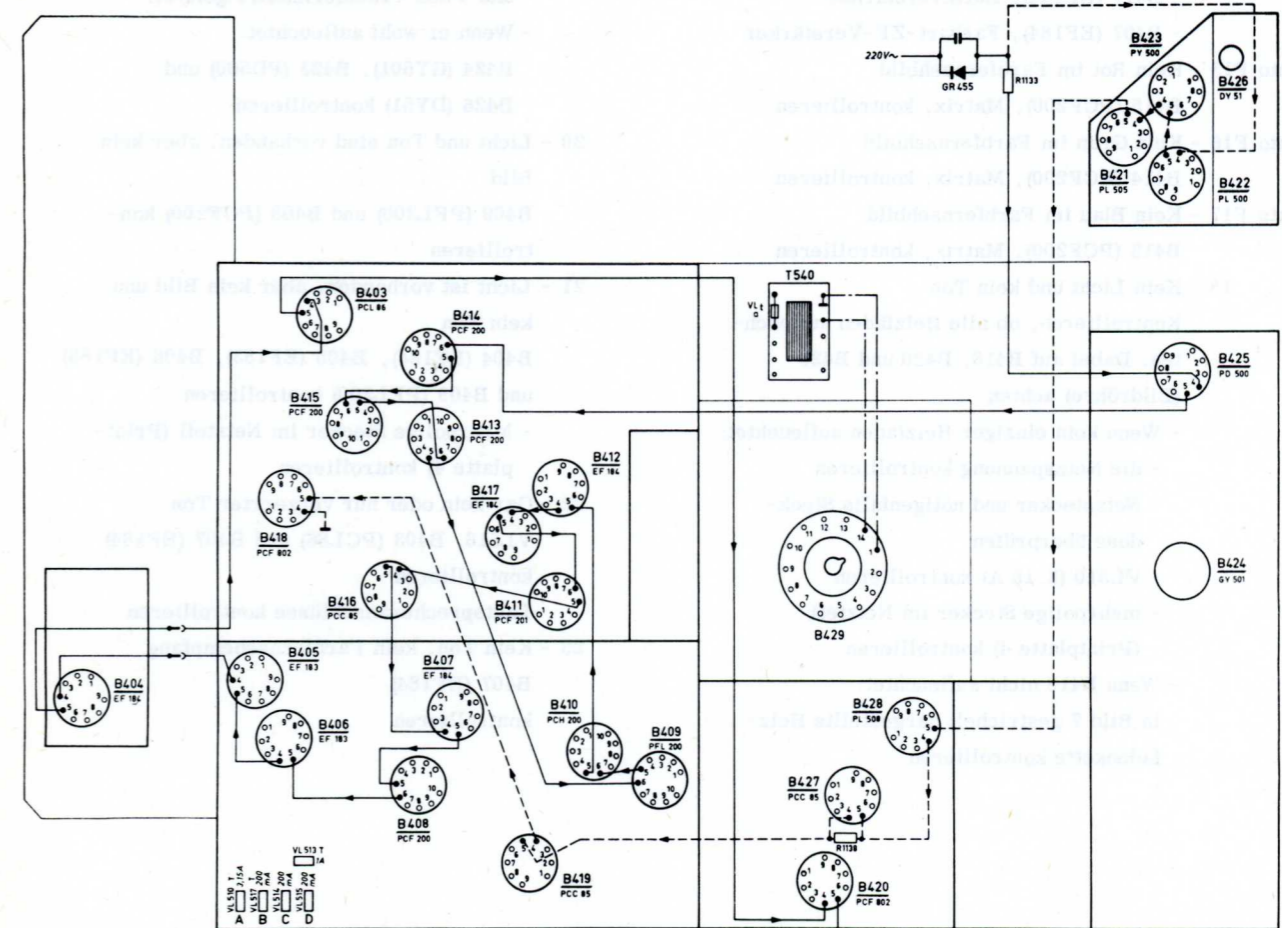

Fig. 7
- Siehe Bild 7.
- in Bild 7 gestrichelt dargestellte Heizfadenkette kontrollieren
in Bild 7 mit gezogener Linie dargestellte Heizfadenkette kontrollieren